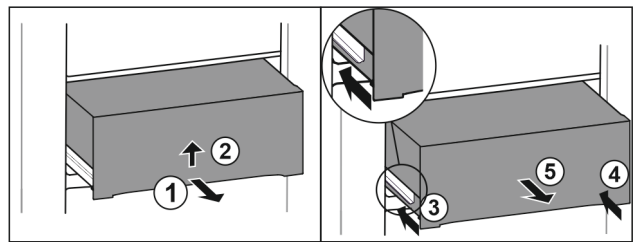

Fig. 43
- ▶ Tirer le tiroir jusqu'à mi-chemin. Fig. 43 (1)
- ▶ Soulevez le tiroir par le bas. Fig. 43 (2)
- ▶ Rentrer le rail de gauche. Fig. 43 (3)
- ▶ Rentrer le rail de droite. Fig. 43 (4)
- ▶ Retirer le tiroir par l'avant. Fig. 43 (5)